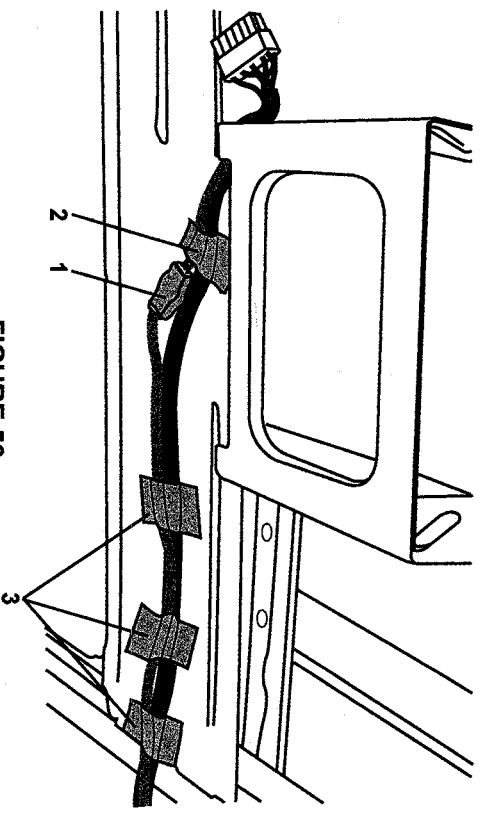

FIGURE 56
- 4.) CONNECT THE 3-PIN DOME LIGHT CONNECTOR ON THE DVD MAIN HARNESS TO THE MATING CONNECTION ON THE DOME LIGHT HARNESS. WRAP ONE PIECE OF FOAM TAPE (1) AROUND THE DOME LIGHT CONNECTORS. (SEE FIGURE 56)
- 5.) SECURE THE DVD MAIN HARNESS TO THE VEHICLE MOONROOF BRACKET USING ONE PIECE OF FOAM TAPE (2). (SEE FIGURE 56)
- 6.) ROUTE THE DVD MAIN HARNESS TOWARDS THE PASSENGER SIDE OF THE VEHICLE AND SECURE WITH THREE PIECES OF FOAM TAPE (3). (SEE FIGURE 56)